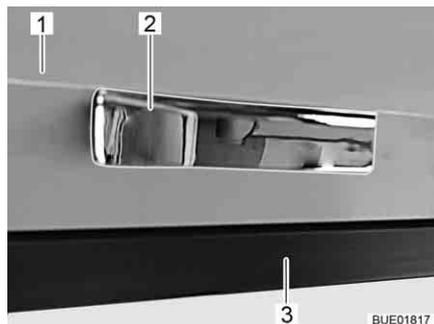

Bild 81 Möbelklappe mit Druckentriegelung
- Möbelklappe (Bild 81,1) am Griff (Bild 81,2) gegen den Schrankkorpus (Bild 81,3) drücken. Die Möbelklappe ist entriegelt.